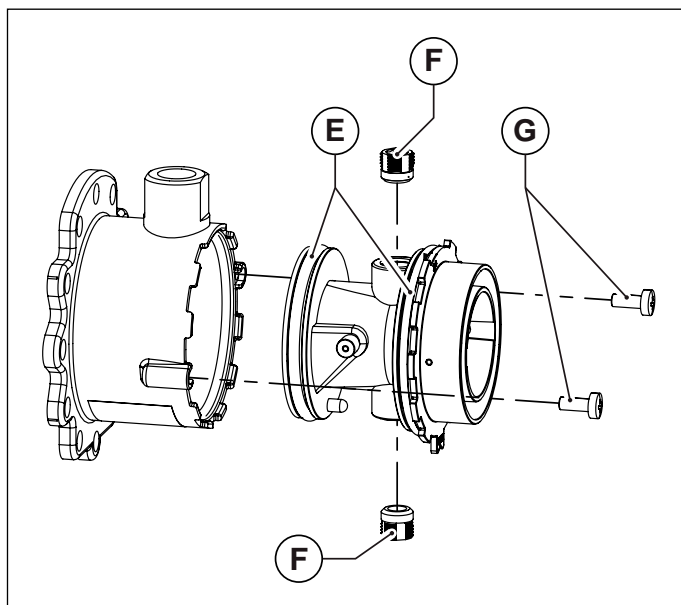
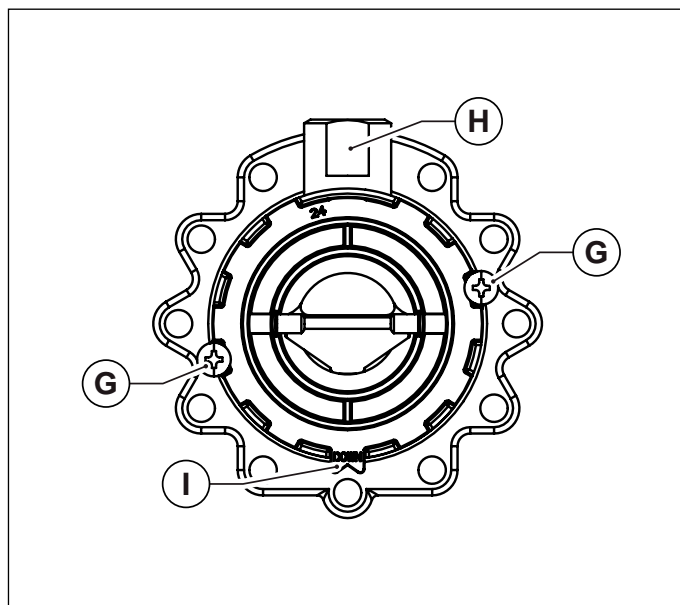

Fig. 38 Corpo in plastica del miscelatore
Fig. 39 Orientamento di montaggio
- Sfilare il corpo in plastica del miscelatore, svitando le due viti di fissaggio (vedi Fig. 38 Corpo in plastica del miscelatore).
- Svitare i due ugelli del miscelatore utilizzando una chiave a brugola da 6 mm (vedi Fig. 38 Corpo in plastica del miscelatore).
- Rimontare il corpo in plastica (Venturi) inserendolo nel miscelatore e avvitandolo con le viti di fissaggio, avendo cura di non danneggiare le guarnizioni o-ring che sono montate agli estremi del corpo in plastica (vedi Fig. 38 Corpo in plastica del miscelatore) e di rispettare l'orientamento di montaggio (vedi Fig. 39 Orientamento di montaggio).
- Montare il mixer riassembleto al ventilatore con le viti a brugola, avendo cura di riposizionare, fra mixer e ventilatore, l'o-ring di tenuta (vedi Fig. 38 Corpo in plastica del miscelatore).
- Montare il mixer riassembleato al ventilatore con le viti a brugola, avendo cura di riposizionare, fra mixer e ventilatore, l'o-ring di tenuta (vedi Fig. 38 Corpo in plastica del miscelatore).